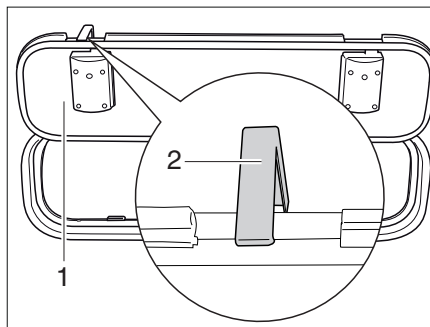

Bild 61 Sicherungshaken Außenklappe
**Feststellen** ■ Die Außenklappe (Bild 61,1) öffnen und Sicherungshaken (Bild 61,2) an der Fahrzeugwand nach oben drehen.
- Den Sicherungshaken (Bild 61,2) nach oben drücken.